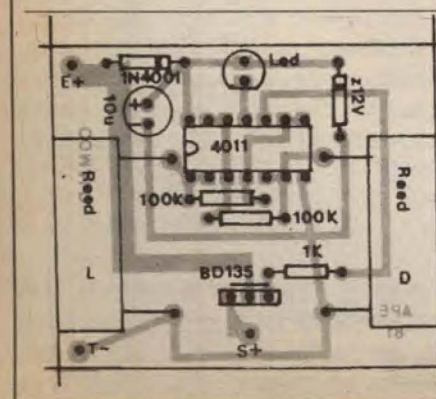
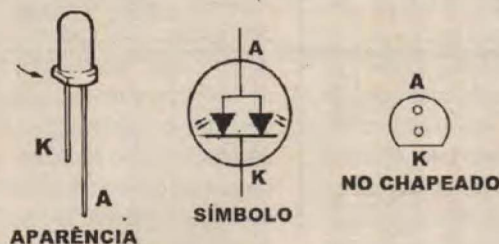

Fig. 3
Fig. 4
### - FIG. 3 - CHAPEADO DA MONTAGEM
- **FIG. 4 - O LED ESPECIAL (PISCA BICOLOR ALTERNADO)** - O LED piloto do **COMALD** é de um tipo especial, apenas recentemente surgido nas lojas... Embora funcione por princípios e parâmetros elétricos idênticos aos dos LEDs comuns, contém - na verdade - dois LEDs independentes dentro do encapsulamento único (em tudo semelhante - por fora - ao de um LED normal...), um *verde* e um *vermelho*, acionados automaticamente por um micro-circuito **ASTÁVEL**, oscilando em aproximadamente 3 Hz... Dessa forma, energizado, o dito LED não fica simplesmente aceso, estático! Ele alterna sua luz entre as cores vermelha e verde, 3 vezes por segundo, numa manifestação muito mais bonita, dinâmica e evidente do que a oferecida por um diodo emissor de luz convencional...! Na figura, além da aparência (observar a identificação do terminal de **catodo**, pela *perna* mais curta, e pelo chanfrinho lateral indicado pela seta...), temos o símbolo por nós adotado para representar o componente no diagrama esquemático do circuito e também a estilização usada por nossos desenhistas no *chapeado* da montagem (rever **FIG. 3**).